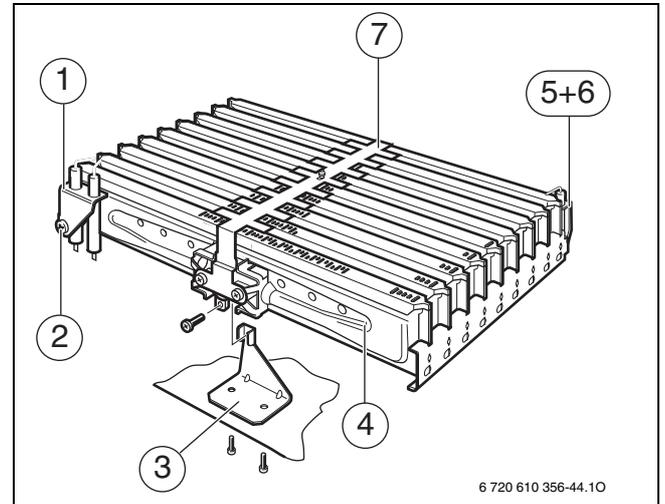

Рис. 40 Узел горелки
- ▶ Осторожно снять соединитель с запального электрода (1) (→ рис. 40).
- ▶ Осторожно вынуть штекерный соединитель на электроде контроля пламени (5).
- ▶ Отвинтить крепежный уголок (3).
- ▶ Ослабить накидную гайку под горелкой и осторожно снять узел горелки (4).